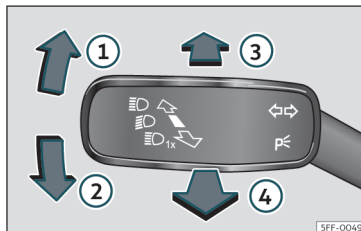

Fig. 95 Palanca de intermitentes y de luz de carretera (según versiones).
- Desde la posición base, pulse hacia delante la palanca de los intermitentes y luz de carretera >>> **fig. 95** . Cuando se muestre el testigo  en la pantalla del cuadro de instrumentos, el asistente de la luz de carretera estará conectado.
- **O BIEN:** con la luz de carretera conectada, tire hacia atrás de la palanca de los intermitentes y luz de carretera >>> **fig. 95** .